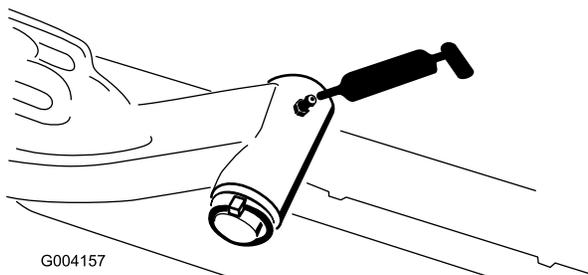

Figura 56
- Eje pivotante del brazo de elevación (1 en cada) (Figura 56)